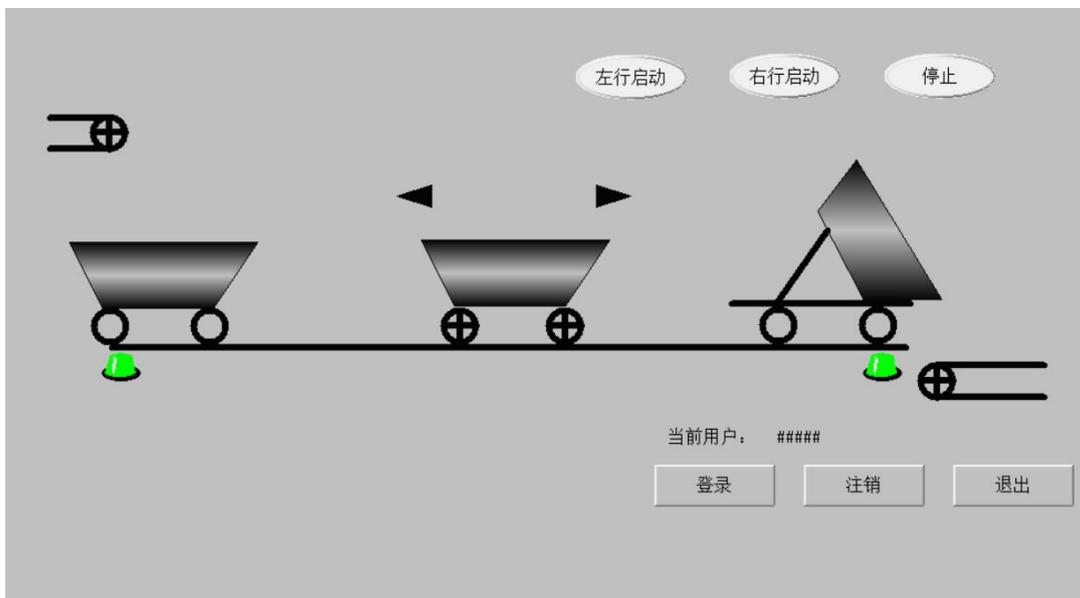

图 2-4-9 运料小车监控画面
本项目为运料小车监控组态。在此监控中，物料通过小车从 A 地装料运往 B 地卸料，AB 两装有限位开关。在监控中，为了方便显示，以箭头及十字轮圈的旋转表方向示行进方向，以装料，卸料皮带的轮圈转动表示装料卸料状态，以指示灯指示限位开关的开闭。设置有左行启动，右行启动及停止运行三个按钮来控制小车运行状态，设置退出，登录及注销三个按键来控制监控画面的操作权限，监控画面如图 2-4-9 所示。
- ① 请利用组态王软件在 D 盘新建工程文件夹以“班级+姓名”命名，并将工程以“运料小车”进行命名；
- ② 要求组态王通过计算机 COM1 口使用编程线与三菱 FX2NPLC 进行通讯，逻辑名称 FX2N，设备地址为 FX2N_PRG，尝试恢复间隔为 30 秒，最长恢复时间 12 小时。
- ③ 按照表 2-4-10 要求完成数据组态设置；
- ④ 建立画面名称：运料小车监控；显示宽度及画面宽度：1200；显示高度及画面高度：600；类型：覆盖式，将其设置为主画面；
- ⑤ 运料小车监控画面绘制如图 2-4-9 所示，合理运用图库及工具箱绘制画面，各